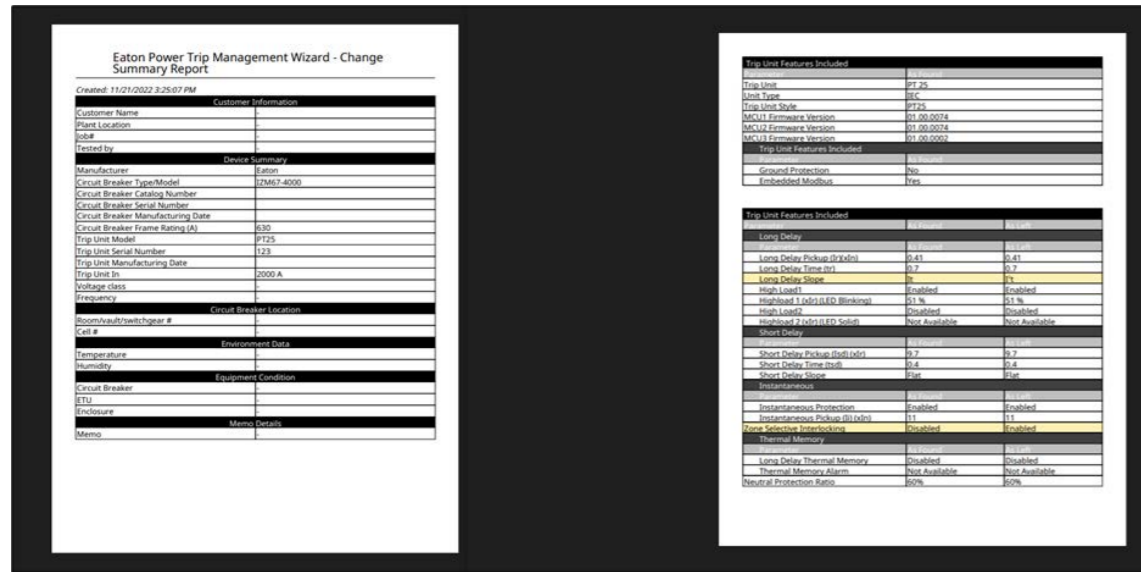

图 4.6: 更改摘要报告示例
5. **PDF 报告**: 将所有设定点导出到一个可移植文档格式（PDF）文件。修改过的设定点参数将在导出的 PDF 文件中突出显示（图 4.6）。